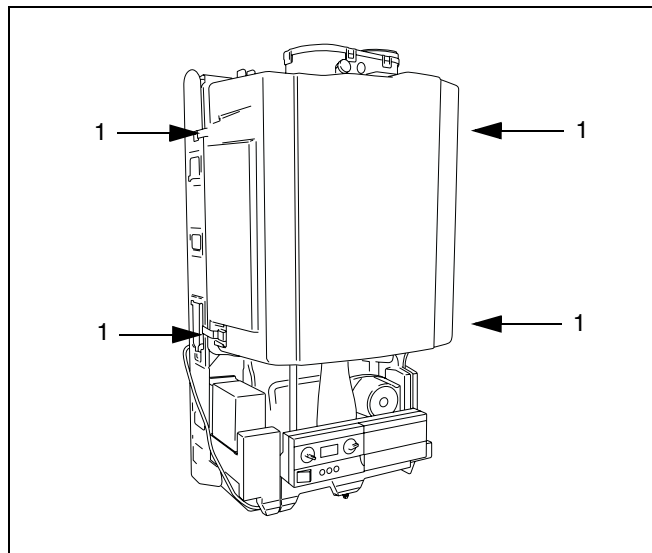

fig. 42 Ventilatiekast verwijderen
- Open de snelsluitingen (→ fig. 42, [1]) en verwijder de ventilatiekast.